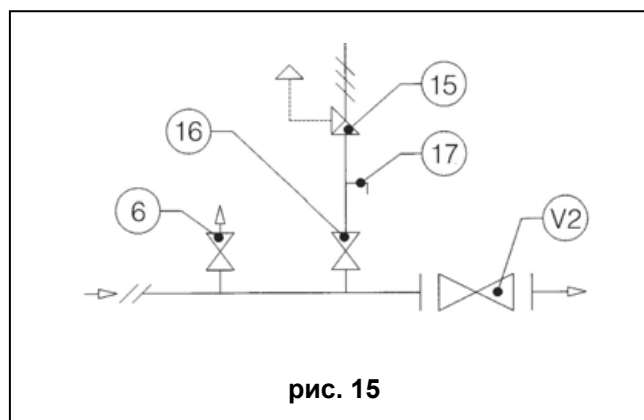

рис. 15
4.1.2 УСТАНОВКА С ЗАПОРНЫМ КЛАПАНОМ (рис. 15)